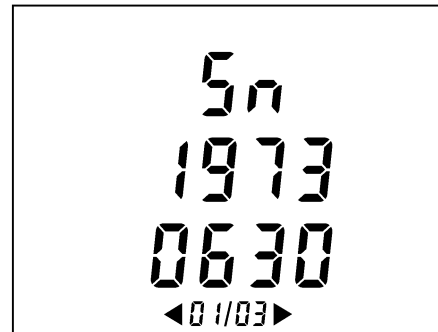

Figura 65: Numero di serie dell'apparecchio (pagina 1/3).
- Il numero di serie dell'apparecchio (*S_n* = *Serial Number*) (Figura 65).